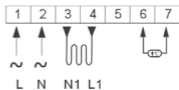

Рисунок 4 - Схема подключения
Осуществляйте подключение проводников в соответствии со схемой (рис. 4)
- С помощью двух винтов, входящих в комплект поставки прикрепите терморегулятор к монтажной коробке. Произведите подключение согласно схеме (рис. 4.).